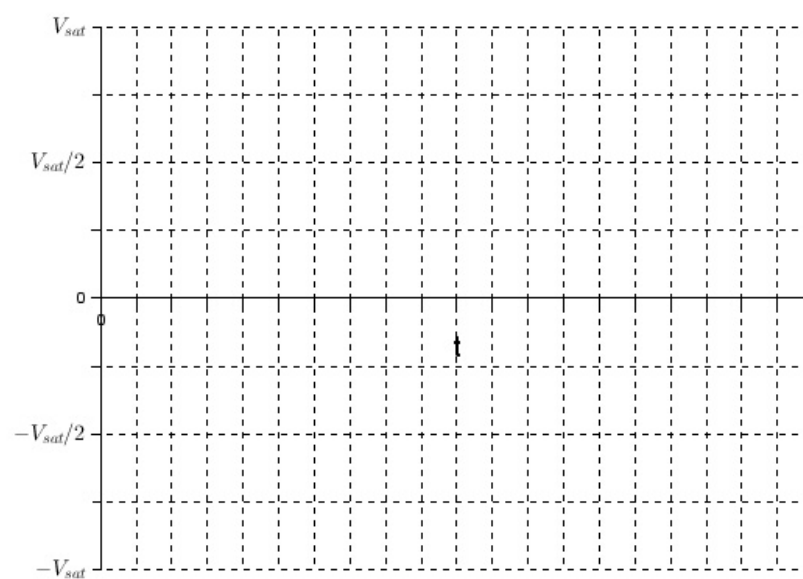

Figure C.2 : Chronogramme à compléter : on fera apparaître les grandeurs  $\Delta t_{haut}$  et  $\Delta t_{bas}$ .
**Q13.** Représenter sur le graphique Figure C.2 fourni dans l'Annexe (Partie C : - A RENDRE AVEC LA COPIE) les signaux  $u_s(t)$  et  $u_e(t)$  en supposant  $\Delta t_{bas} = 19 \Delta t_{haut}$